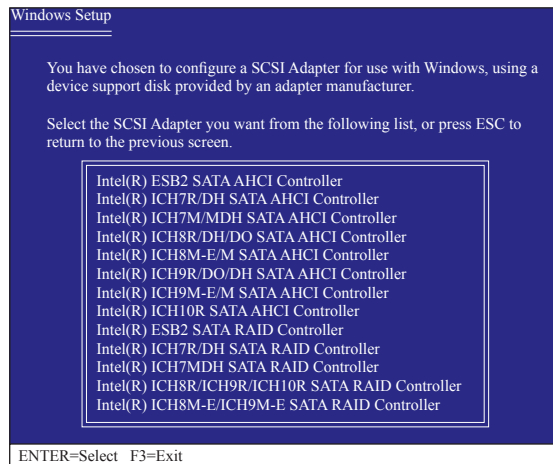

図 3
セットアップがフロッピーディスクの Intel ICH10R SATA RAID/AHCI ドライバを正しく識別したら、以下の図 3 のようなコントローラメニューが表示されます。上または下矢印キーを使用して、表示されたアイテムを 1 つ 選択し、<Enter> を押します。BIOS セットアップの **SATA RAID/AHCI Mode** アイテムを RAID モードに設定し たら、Intel(R) ICH8R/ICH9R/ICH10R SATA RAID Controller を選択します。(AHCI モードの場合、Intel(R) ICH10R SATA AHCI Controller を選択します)。